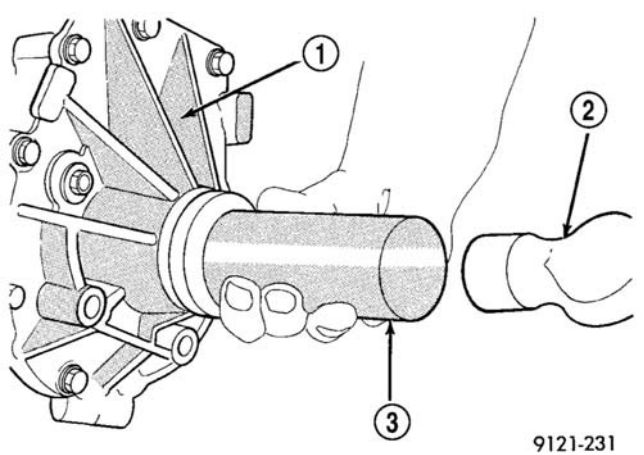

图 21 安装新油封
(3) 用 MD998334 油封安装器安装新的半轴外油封（图 21），绝不要再用旧的油封。